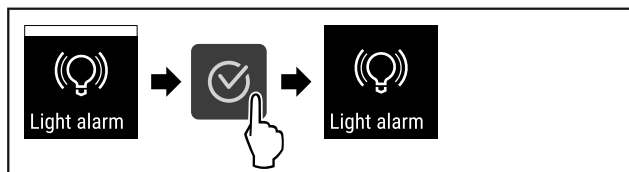

Fig. 98
- ▶ Proved'te akční kroky (viz Fig. 98) .